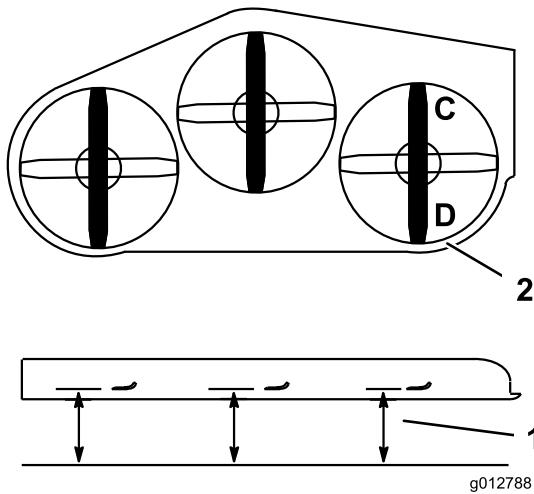

Figure 84
1. Tournez la lame droite dans le sens longitudinal (Figure 84).
2. Mesurez et notez la distance au point **C** entre la surface plane et le tranchant de la pointe de la lame droite (Figure 84).
3. Mesurez et notez la distance au point **D** entre la surface plane et le tranchant de la pointe de la lame droite (Figure 84).
4. La lame doit être plus basse de 6 à 10 mm (1/4 à 3/8 po) au point **C** qu'au point **D** (Figure 84). Si ce n'est pas le cas, passez aux étapes suivantes.